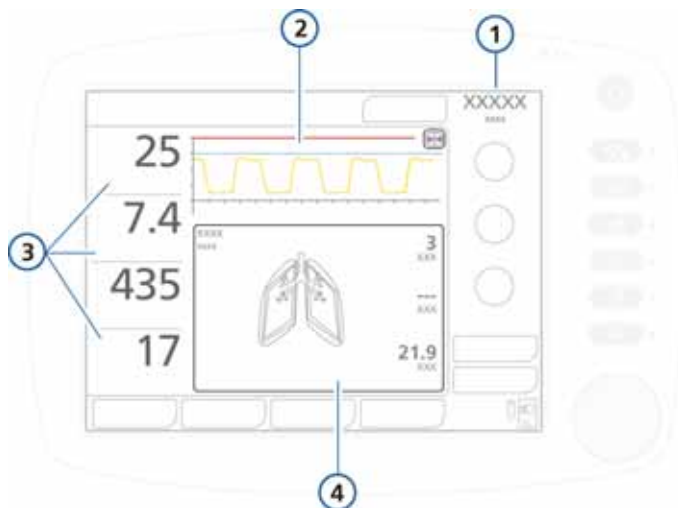

Рисунок 6-1. Главный экран
Во время вентиляции можно просматривать данные пациента на экране аппарата HAMILTON-C2 (рис. 6-1). В зависимости от действующих в вашем учреждении норм, изображение на экране можно настроить для отображения различных кривых, петель или трендов либо графиков интеллектуальной панели. Работать с окном «Мониторинг» можно в любое время, не прерывая процесс вентиляции легких.
- Кривая давления/времени. Этот график отображается постоянно, и его нельзя настраивать. См. пункт 4 на рис. 6-1.